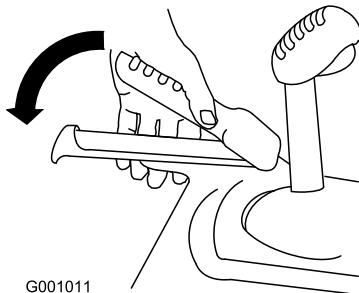

Figura 28
2. Engrane la palanca de tracción y sujetela en esa posición (Figura 28).